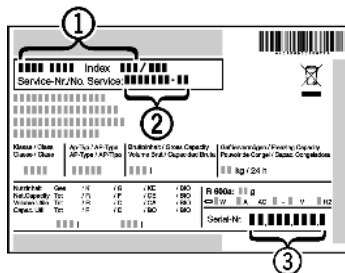

Fig. 23
- ▶ Назва пристрою Fig. 23 (1), сервісний номер Fig. 23 (2) та серійний номер Fig. 23 (3) вказані на таблиці типів. Табличка типів знаходиться всередині пристрою, зліва.
- ▶ Повідомте сервісну службу про характер неполадки, назву пристрою Fig. 23 (1), сервісний номер Fig. 23 (2) та серійний номер Fig. 23 (3).